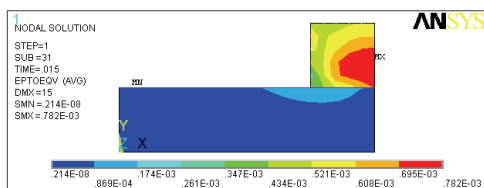

图 4-98 滑块内部等效应变场等值线图
6) 选择 Main Menu | General Postproc | Plot Results | Contour Plot | Nodal Solu 命令, 出现 Contour Nodal Solution Data 对话框, 在 Item to be contoured 列表框中选择 Nodal Solution | Total Strain | von Mises total strain, 单击 OK 按钮, ANSYS 窗口将显示如图 4-98 所示的滑块内部等效应变场等值线图。